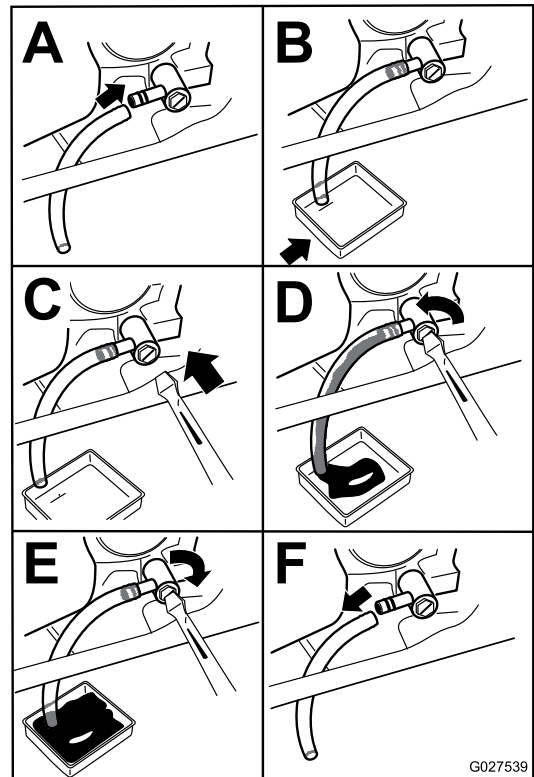

Figura 45
4. Spurgate l'olio dal motore (Figura 45).